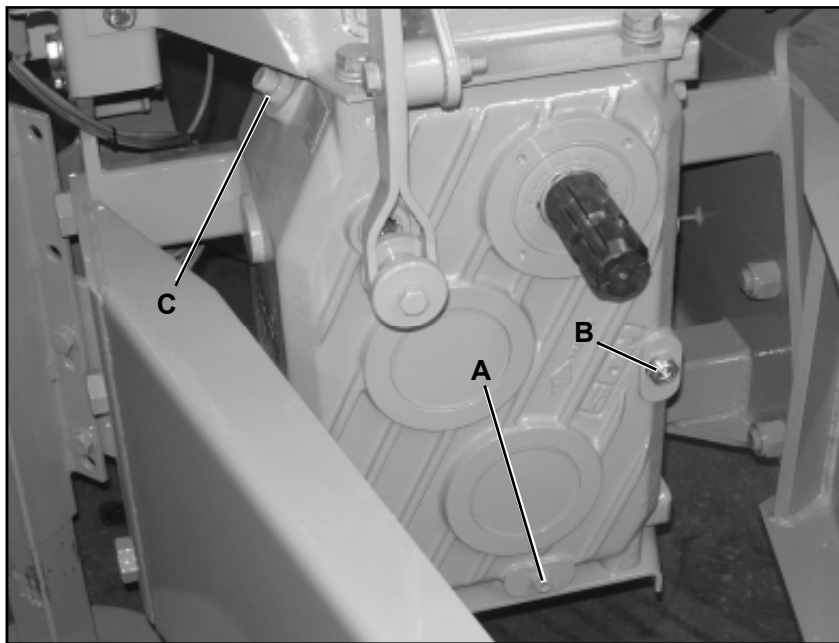

FIG. 10
1) Verwijder de aftapplug (A Fig. 10).
Draai de dop los (B Fig. 10) om de vuile olie beter uit te laten stromen en zorg ervoor dat de olie in een geschikte container wordt opgevangen om te worden afgevoerd.
2) Plaats aan het einde van de handeling de aftapplug (A Fig. 10) terug, verwijder de vuldop (C Fig. 10), die bovenop de versnellingsbak is geplaatst, en begin met het toevoegen van de nieuwe olie.
Controleer of het oliepeil de dop bereikt (B Fig. 10).
3) Plaats aan het einde van de handeling de vuldop (C Fig. 10) terug.